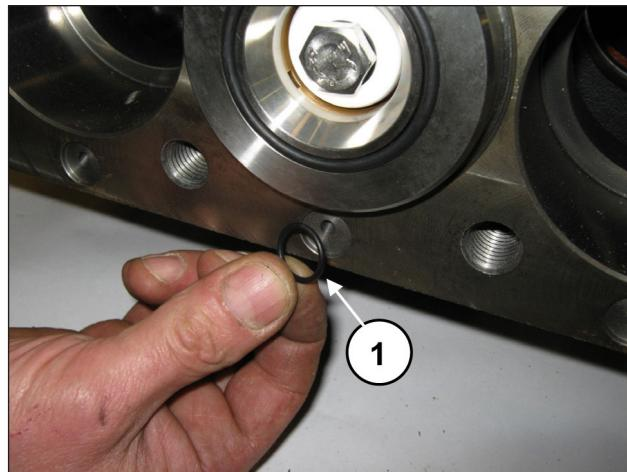

Fig. 190
Monte o O-ring dianteiro da camisa (pos. ①, Fig. 189) e o O-ring do furo de recirculação (pos. ①, Fig. 190).